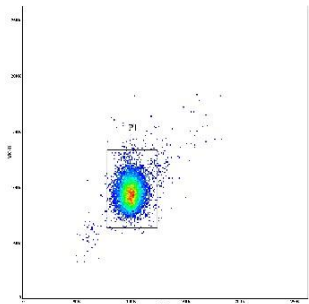

图 1
- 2) 建立 FSCH/SSC-H 散点图，调节 FSC 和 SSC 的增益，将细胞因子粒子团用矩形 P1 门圈出，如图 1 所示；